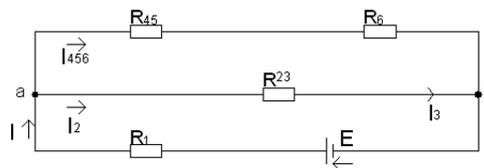

рис. 2
2.3. Эквивалентный резистор для последовательно соединенных R_{45} и R_6 (рис.2):
2.4. Эквивалентный резистор для параллельно соединенных (рис.2) резисторов R_{456} и R_{23} :
4.3. Токи резисторов R_2 и R_3 (схема рис. 2)
4.4. Ток через резистор R_{456} (схема рис. 2)